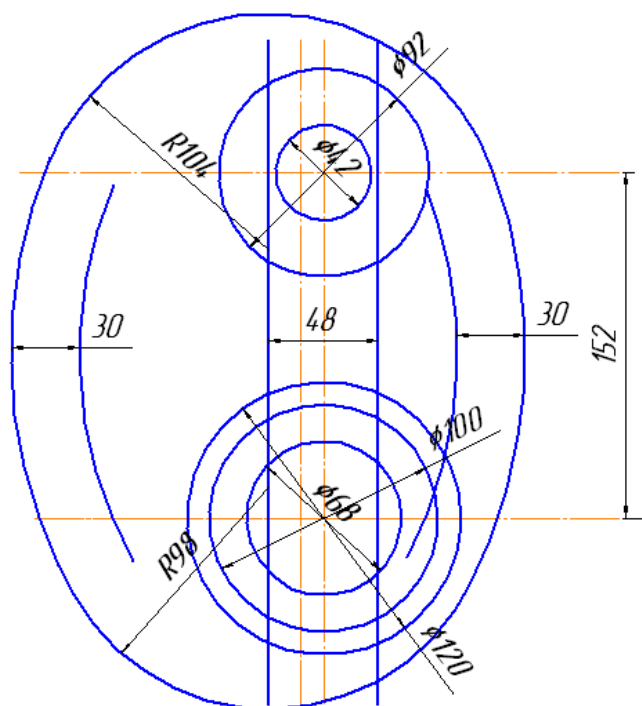

Рис. 6
6. Построить дугу окружности на заданном удалении от внешнего контура и прямую, параллельную вертикальной оси симметрии. Использовать команду –  **Эквидистанта кривой** панели **Геометрия** (рис. 6).